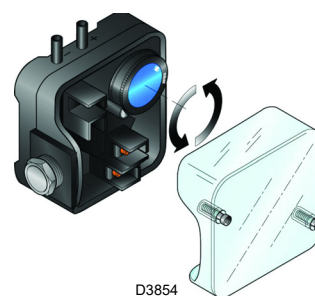

Fig. 29
- Regular el presostato aire (Fig. 29 en la pág. 27) en el inicio de la escala.
Efectuar la regulación del presostato aire, después de haber efectuado todas las demás regulaciones del quemador, con el presostato aire ajustado al inicio de la escala (Fig. 29).